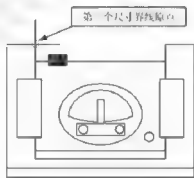

图 5-109
**步骤5：**将光标移到第二个尺寸界线原点的位置，如图 5-109 所示。单击鼠标左键，出现下一条提示。